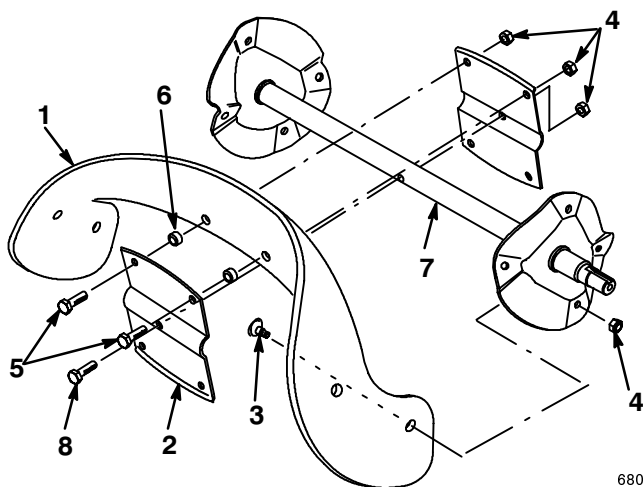

Figure 18
1. Retirer les 4 vis torx et les 4 écrous qui fixent les extrémités de la lame de rotor à l'ensemble d'arbre de rotor (Fig. 18).
2. Retirer les 2 boulons six pans, entretoises et écrous qui fixent la partie centrale de la lame aux plaques d'acier (Fig. 18).
3. Desserrer le boulon six pans qui fixe les plaques d'acier à l'arbre du rotor (Fig. 18).
4. Glisser la lame hors des plaques d'acier (Fig. 18).
3. Fixer la lame de rotor aux plaques d'acier à l'aide de 2 boulons six pans, 2 entretoises et 2 écrous, en plaçant la tête des boulons du côté épais de la lame (Fig. 18).
4. Incurver la lame et la fixer à l'aide des 4 vis torx qui restent et de leurs écrous, en plaçant la tête des vis du côté épais de la lame (Fig. 18 et 19).